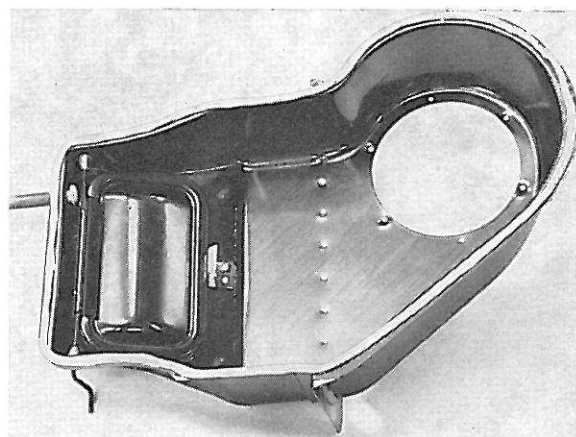

Figure 67. Masticage de jointure de chaufferette
3. Mettre du nouveau mastic aux endroits où l'ancien mastic s'est détaché. Le poser dans la jointure entre les deux moitiés de la chaufferette avant de réassembler ces deux moitiés (figure 67).